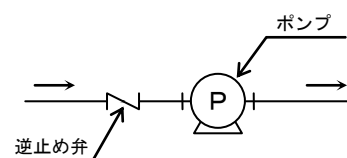

図 3
- (3) 装置上どうしても空気だまりが避けられない箇所には、空気抜き弁を取付けてください。ただし、吸込配管などで負圧になる所には取付けないでください。逆に空気を吸込みます。
- (4) ポンプ吐出し側（または吸込側）に注油口を設けてください。
- (5) 配管系に逆止め弁を設けるときは次のように配管してください。
- (a) 逆止め弁は図 3 のようになるべく吸込配管に設けてください。